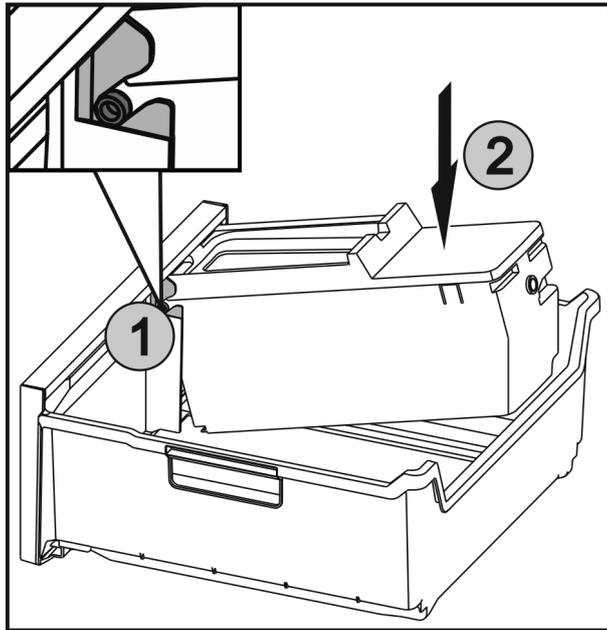

Fig. 29
- ▶ Die Achsen Fig. 29 (1) an EasyTwist-Ice in die Führungen einschieben und die hintere Seite Fig. 29 (2) bis die Lasche einrastet drücken.